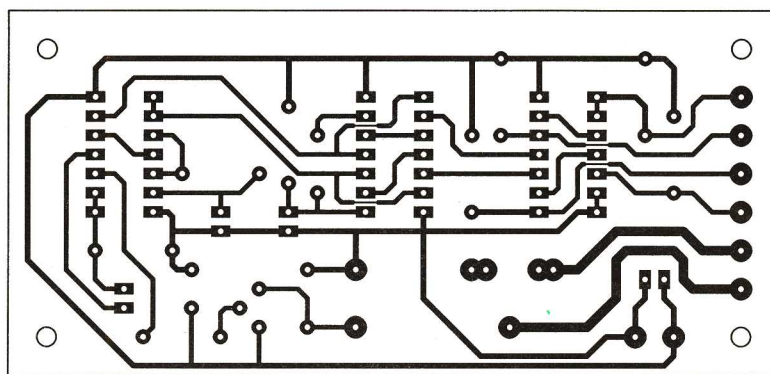

Fig 2
lisez l'insolation aux UV, ou directement sur une plaque d'époxy nue. L'implantation de la figure 2 ne présente aucune difficulté. Seul un strap a été nécessaire. Lors des essais, prenez garde de bien porter à zéro les entrées (R) des voies directe et temporisée, pour ne pas déclencher l'alarme dès le temps de sortie écoulé.